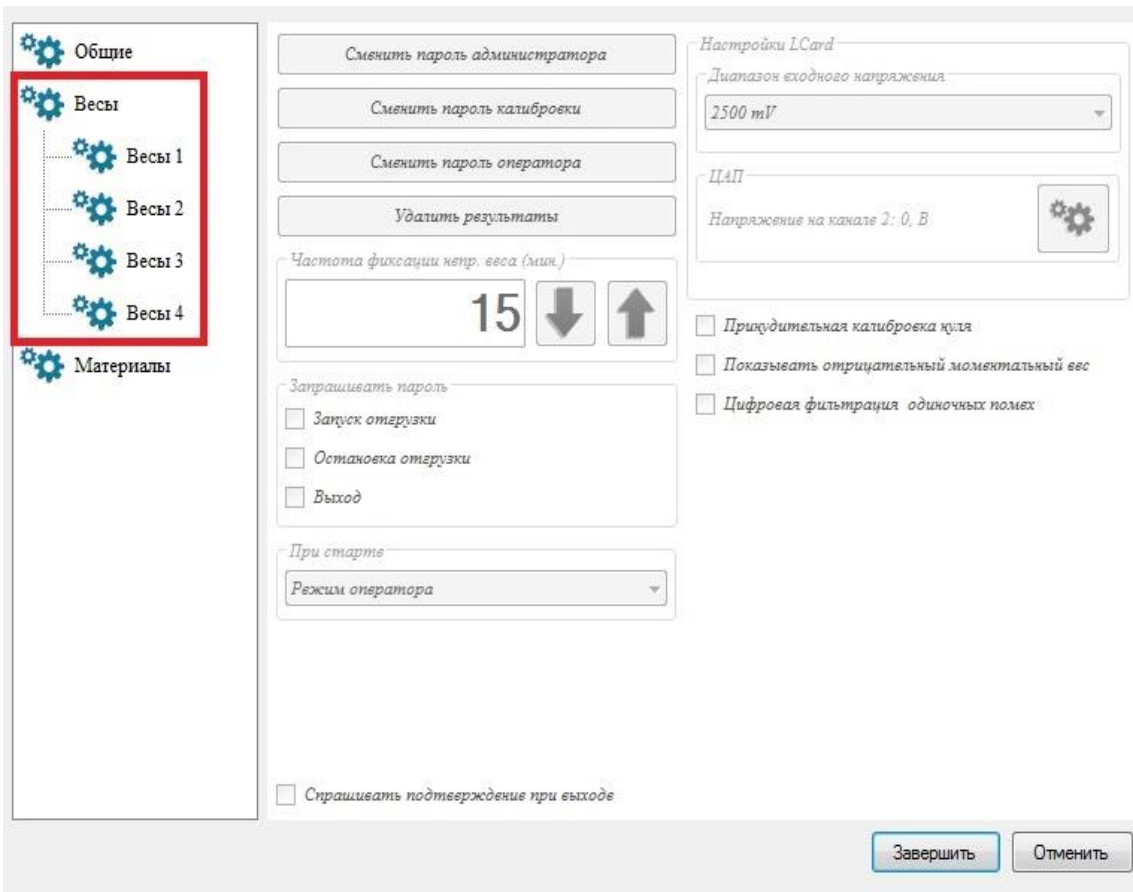

Рисунок 1.12 Выбор Дозатора для калибровки
- 3.2.3. В окне выбора весов для калибровки, представленном на Рис. 1.12, выберите необходимый Дозатор;